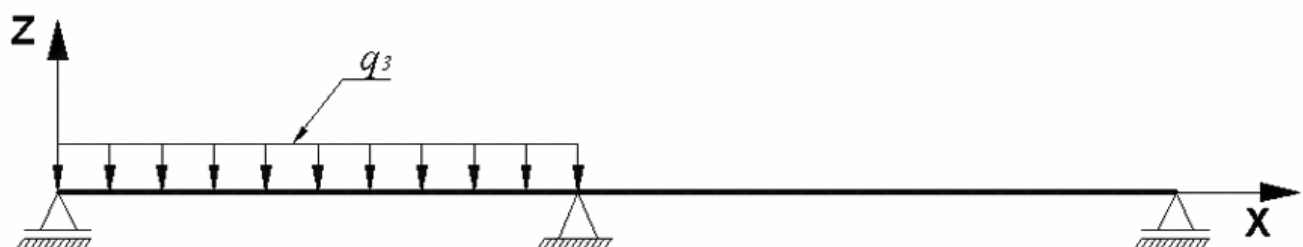

Рис. 19.5. Схема завантаження балки (Завантаження 3)
- завантаження 3 – рівномірно розподілене у першому прольоті  $q_3 = 0.87$  т/м (рис. 19.5);